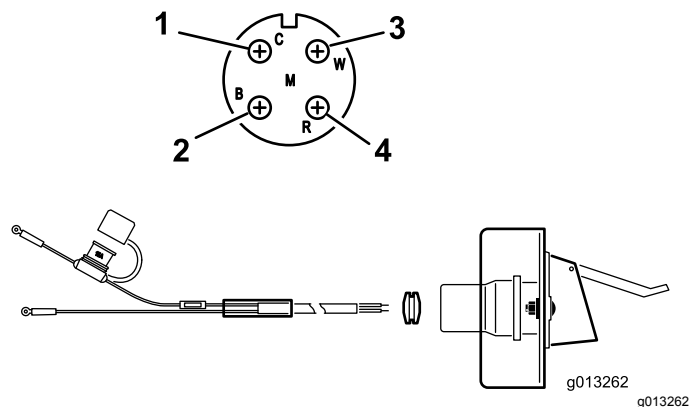

Рисунок 9
2. Проложите и закрепите электропроводку от аккумулятора к кронштейну розетки (Рисунок 9).
3. Протяните провода через кронштейн розетки и установите черную резиновую втулку поверх проводки (Рисунок 9).